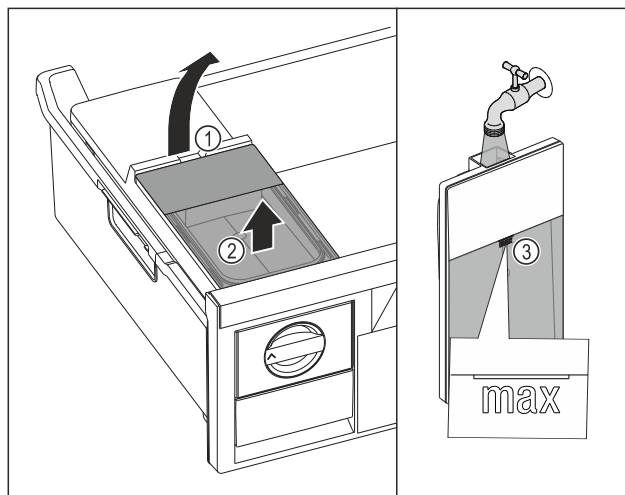

Fig. 138
- Поднимите бак для воды за выемку Fig. 138 (1).
- Извлеките бак для воды движением вверх. Fig. 138 (2)
- Наполните бак для воды питьевой водой до отметки Fig. 138 (3).